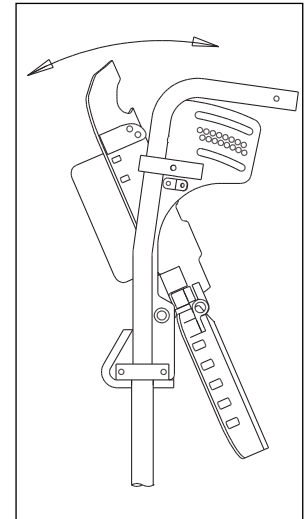

Figur 7
4. Setzen Sie links und rechts die Befestigungsstifte in der 12 Grad Position (F) durch die Seitenplatte (E), und durch das obere Ansteckteil (A) in die Einsteckhalterung an der Rückenschale (D) ein **Figur 7**.
5. Justieren Sie die Rückenschale, so dass sie in der Mitte zwischen den beiden Seitenplatten (G) steht.
6. Ziehen Sie die Schrauben (H) der beiden oberen Ansteckteile fest, während Sie das obere Ansteckteil leicht nach innen, zur Stuhlmitte halten.
7. Ziehen Sie die Schrauben (I) der beiden unteren Ansteckteile fest.